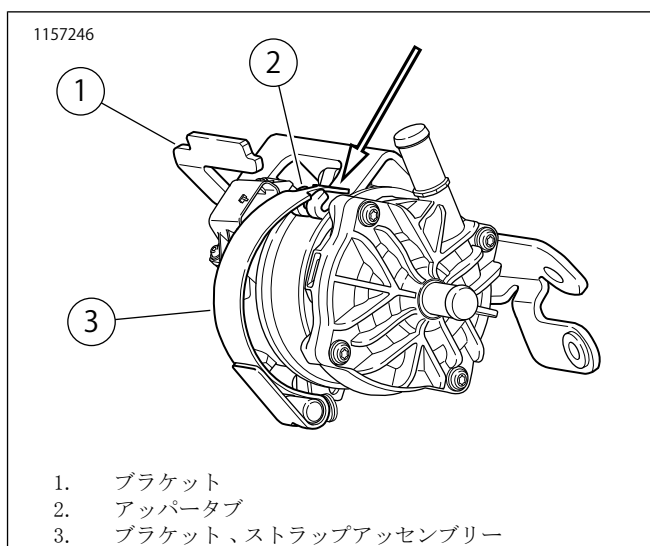

図4。トップブラケットストラップ
5. 図4を参照してください。新品のストラップアッセンブリブラケット(3)の「T」部分を新品のブラケット(1)のアップータブ(2)にスライドさせます。